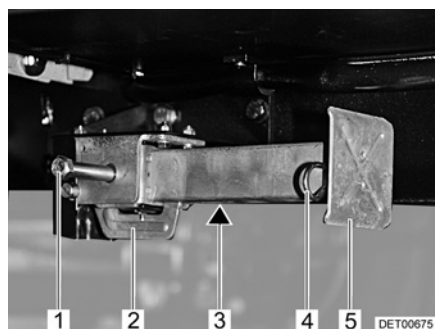

Bild 15 Hubstütze
- Am Sechskant (Bild 15,1) den Steckschlüssel aufstecken und drehen, bis die Hubstütze senkrecht nach unten steht.
- Wenn die Länge der Hubstütze verstellbar ist, den Splint (Bild 15,4) aus der Stützfußverlängerung (Bild 15,5) herausziehen.
- Am Sechskant (Bild 15,1) den Steckschlüssel aufstecken und drehen, bis die Hubstütze wieder vom Boden frei ist.
- Stützfußverlängerung (Bild 15,5) ganz einschieben und Splint (Bild 15,4) in die vorgesehene Bohrung an der Stützfußverlängerung stecken.
- Am Sechskant (Bild 15,1) drehen, bis die Hubstütze nach oben geschwenkt ist und die Führung (Bild 15,2) ganz am Ende des Schlitzes (Bild 15,3) ansteht.